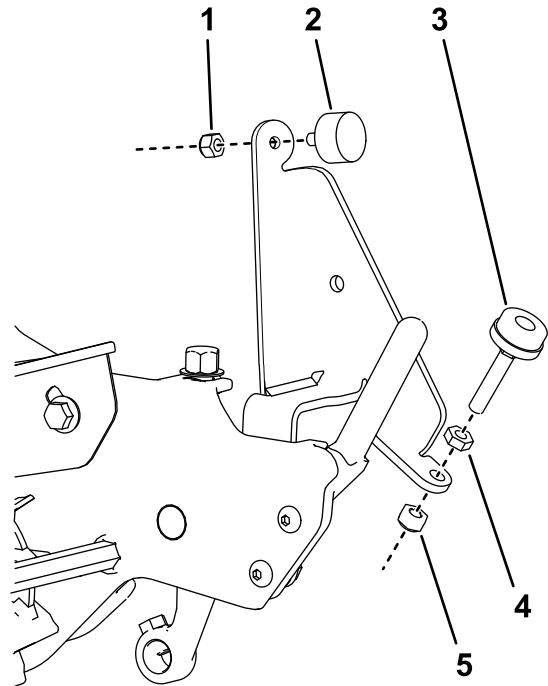

Figura 2
4. Inserite un gommino di arresto su entrambe le staffe della spazzola con un dado di bloccaggio (1/4") come mostrato nella Figura 2.
5. Inserite una vite di regolazione del livello su entrambe le staffe della spazzola come mostrato nella Figura 2.